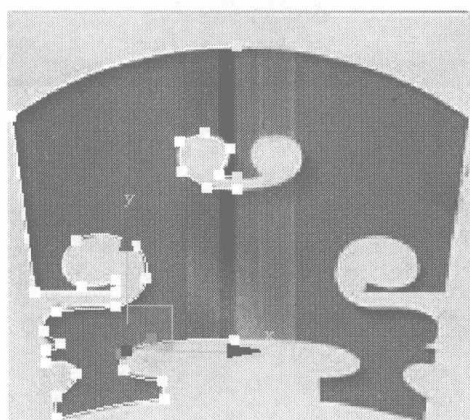
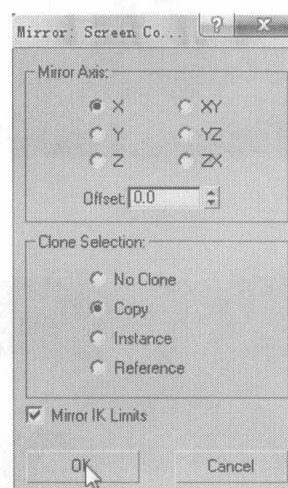
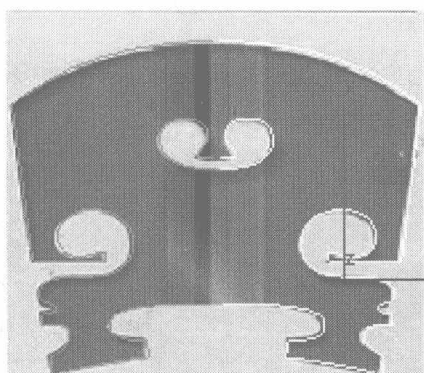
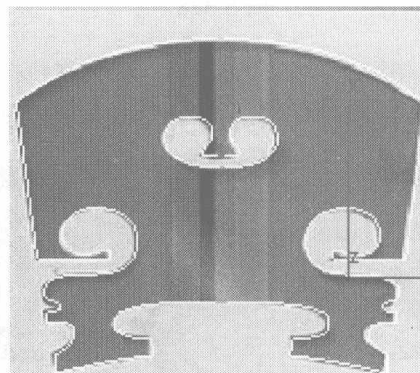

图 5.320
图 5.321
图 5.322
图 5.323
- 03 调整模型上的点到如图 5.320 所示的位置。选择曲线模型，单击 按钮，在弹出的对话框中设置如图 5.321 所示参数，沿 X 轴镜像复制所选择的模型，镜像结果如图 5.322 所示。单击 **Attach** 按钮，合并模型，如图 5.323 所示。